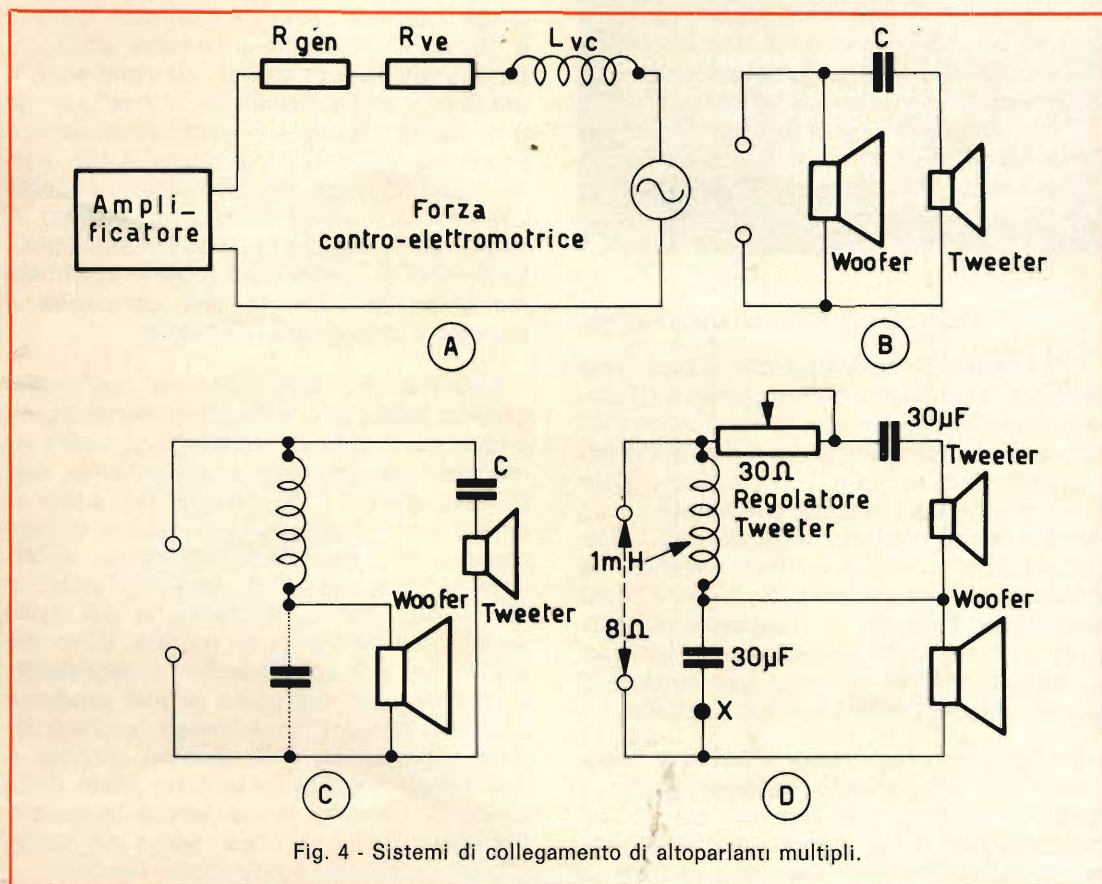

Fig. 4 - Sistemi di collegamento di altoparlanti multipli.
**N**el caso di montaggi con altoparlanti multipli, il problema dell'impedenza diventa molto più complicato. Consideriamo un dispositivo molto semplice a due elementi rappresentato in fig. 4 B; il circuito divisore di frequenza consiste solamente in un condensatore montato in serie con l'altoparlante per i suoni acuti o tweeter. La risposta dell'altoparlante per i suoni bassi diminuisce così per le frequenze più alte e, in un complesso economico, si utilizzano dei dispositivi elettrici per evitare la azione di quest'ultimi sull'altoparlante.
Un'altra soluzione consiste nell'impiegare un tweeter avente un rendimento migliore; ma si deve in questo caso usare un magnete più pesante e più potente, con relativo aumento di prezzo. Nel caso di amplificatori equipaggiati di valvole questa disposizione rischia solamente di determinare una leggera riduzione della potenza disponibile, ma come abbiamo già detto in precedenza, le conseguenze sono più gravi per gli amplificatori a transistor. Un altro caso, nel quale si può produrre una riduzione dell'impedenza è indicato dal dispositivo di fig. 4 C. Questo sistema a due canali può presentare un picco della curva di risposta in frequenza in quanto l'altoparlante per i suoni bassi non viene più alimentato in modo molto limitato.
Un esempio interessante del modo di mantenere una impedenza bassa in modo originale è indicato sul circuito in serie di fig. 4 D. Si può rendere trascurabile l'effetto prodotto sul tweeter agendo sul potenziometro di controllo da 30  $\Omega$ .
Il rimedio consiste nel montare una resistenza da 9  $\Omega$  nel punto X indicato in fig. 4 D. L'effetto è debole sull'altoparlante per i suoni bassi, ma si mantiene l'impedenza a un livello accettabile.